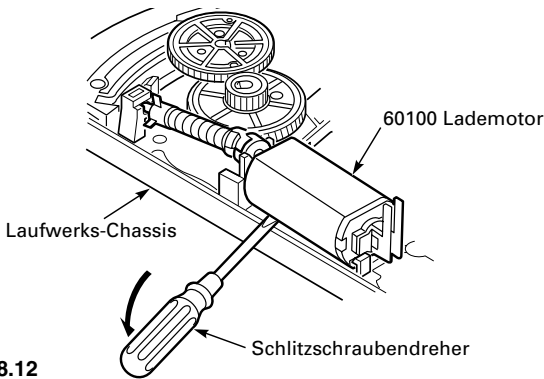

Fig. 8.12
- Lademotor (Pos. 60100) mit einem Schlitzschraubendreher vorne am Motor aus der Rastung heraushebeln und mit dem Schneckenrad (Pos. 60200) aus den Führungen nehmen (Fig. 8.12).